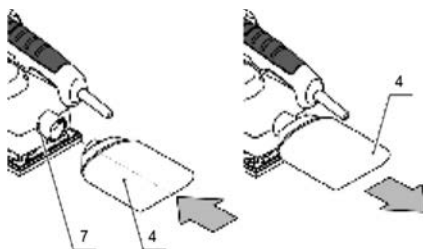

Fig. 5 – Montaje y desmontaje del colector de polvo
Para montar el colector de polvo (4), encájelo en la conexión del colector de polvo (7) y gire para la derecha para trabar. Para desmontar, gire para la izquierda y saque el colector de polvo (7). Fig.5.